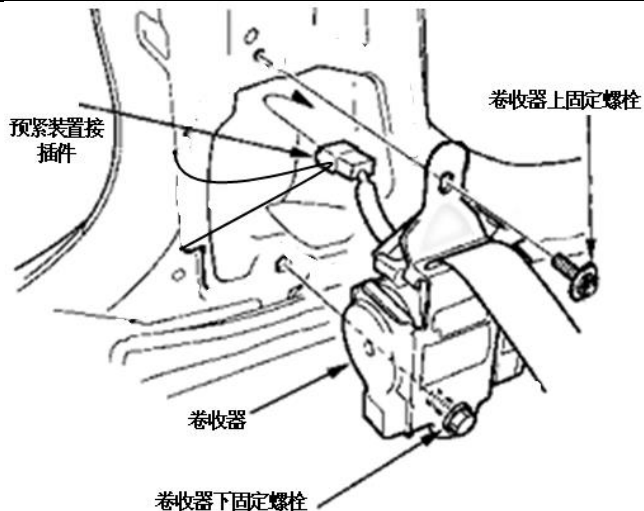

图 1-3
6、拆除预紧装置接插件，然后拆除卷收器上固定螺栓和卷收器下固定螺栓，拆除卷收器。卷收器上固定螺栓拧紧力矩  $12\text{N}\cdot\text{m}$ ，卷收器下固定螺栓拧紧力矩  $45\text{N}\cdot\text{m}$ （图 1-3）。